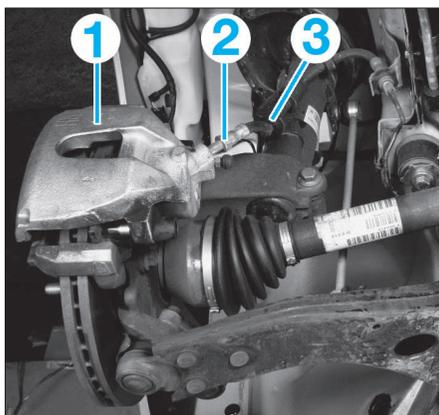

FIG. 11
- Dégager le flexible (2) de frein de l'élément de suspension en (3) (Fig.11).
- Débrancher le flexible (2) de frein de l'étrier (1).